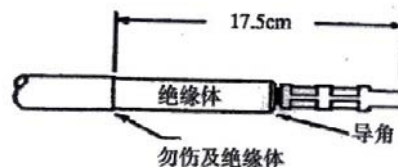

图 24
D. 如图所示（见图 24）将电缆自冷压接线端子末端起 17.5 厘米内的电缆屏蔽层切除，并倒角。